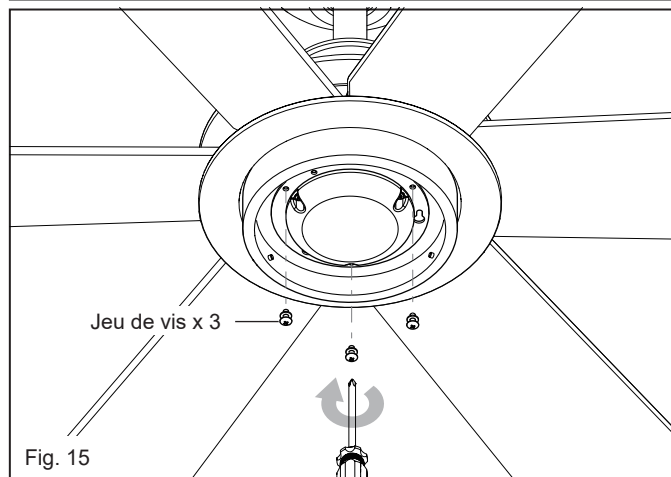

Fig. 15
- 2 Alignez les trous de vis de l'ensemble LED avec les trous de vis de la plaque d'éclairage. Serrez les trois vis. (Fig. 15)